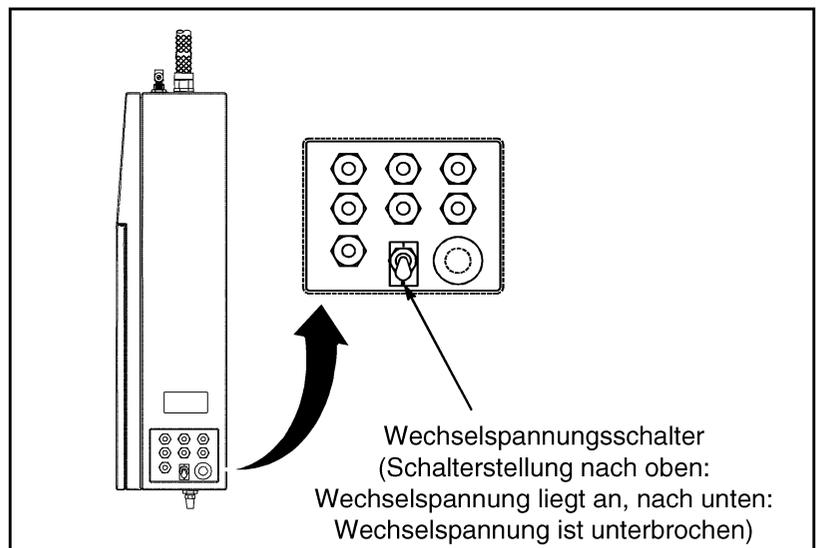

Abbildung 6-4. Wechselspannungsschalter
2. Bringen Sie den Wechselspannungsschalter in die Stellung AUS (O). (Abbildung 6-4. Wechselspannungsschalter zeigt die Position des Wechselspannungsschalters.)